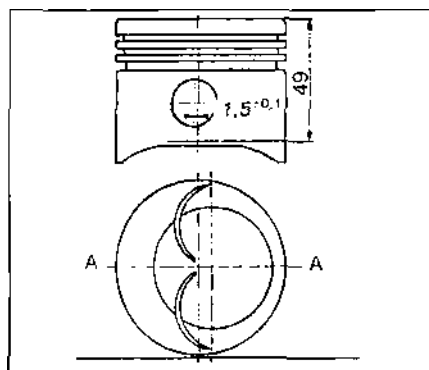

Рис. 2.25.3. Схема замера юбки поршня в плоскости А-А.
5. Замер диаметра юбки поршня рекомендуется производить по схеме, приведенной на рис. 2.25.3. Для определения зазора между юбкой поршня и цилиндром берется контрольный замер в сечении А-А на расстоянии 49 мм. Он равен 74,95-75,00 мм.
Внутренний диаметр бобышек поршня (под поршневой палец) измеряется в двух направлениях: по оси поршня и перпендикулярно оси на расстоянии 1/4 общей рабочей длины от края бобышек. Высота кольцевых канавок под поршневые кольца измеряется в четырех точках, расположенных взаимно перпендикулярно (рис. 2.25.3).